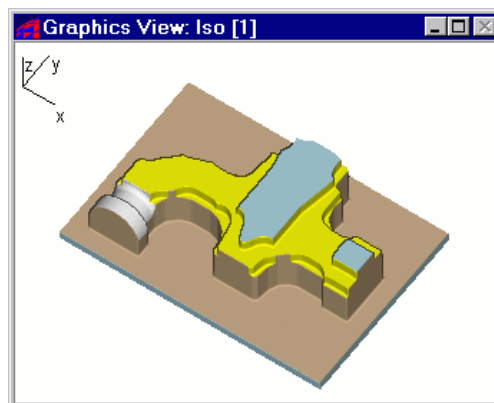

Рисунок 5.9 – Результат об'ємного моделювання обробки деталі
6. Після об'ємного моделювання на екрані з'явиться таке зображення (рис. 5.9).